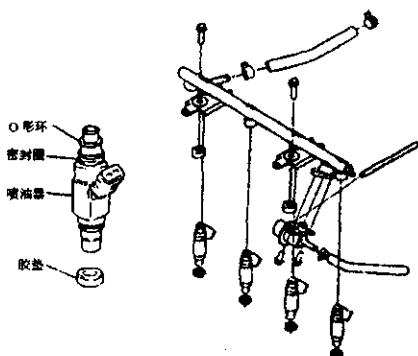

图 2-92 燃油喷油器的安装
④ 安装喷油器时,应使用新的 O 形环,将密封圈安装到喷油器上,如图 2-92 所示。检查胶垫有无损伤。必要时,更换新件。拧紧油管螺栓力矩为 $23\text{N}\cdot\text{m}$ 。